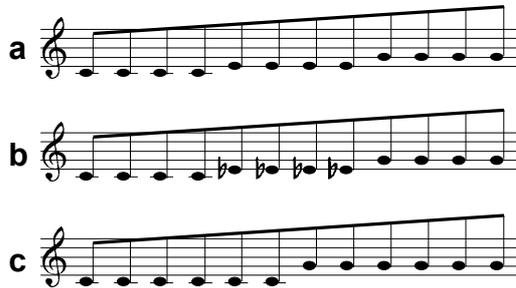

Abb. 4: Dur- bzw. Moll-Akkord-Folge (a,b), Grundton + Quinte (c)
Stellung von Schalter ① wird eine Dur-Akkord-Folge (s. Abb. 4 a) oder eine Moll-Akkord-Folge (s. Abb. 4 b) erzeugt.
In der Position "Quint" erfolgt die Ausgabe von **Grundton** und zugehöriger **Quinte** (s. Abb. 4 c).